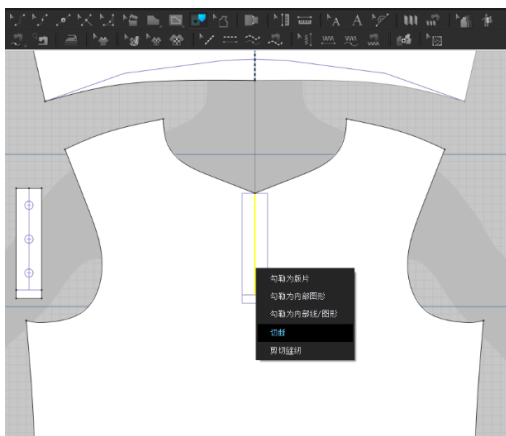

图 4-2-6 切断
(1) 鼠标单击系统界面右下角“2D”，显示 2D 视窗，根据 2D 视窗中人体模特剪影，重新安排 Polo 衫的 2D 板片位置。
(2) 选择 2D 视窗工具栏中“ (编辑板片)”工具，左键单击选中衣领后中线，单击右键弹出右键菜单，选择“对称展开编辑 (缝纫线)”，将衣领板片对称补齐。
(3) 选择 2D 视窗工具栏中“ (调整板片)”工具，左键单击选中衣袖板片，单击右键弹出右键菜单，选择“对称板片 (板片和缝纫线)”，对称复制衣袖板片，同时按下“Shift”键，将对称板片水平移动放置在合适位置。
(4) 选择 2D 视窗工具栏中“ (调整板片)”工具，左键单击选中门襟板片，单击右键弹出右键菜单，选择“复制”，再单击右键弹出右键菜单，选择“粘贴”，复制门襟板片，同时按下“Shift”键，将板片水平移动放置在合适位置。
(5) 选择 2D 视窗工具栏中“ (勾勒轮廓)”工具，左键单击选中前片前中开口线，单击右键弹出右键菜单，选择“切断”，如图 4-2-6 所示，将前中门襟处剪开。